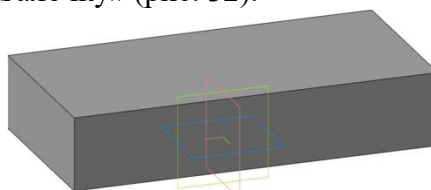

Рис. 32
**нажать**, нажимая зеленую «галочку» (рис. 32).